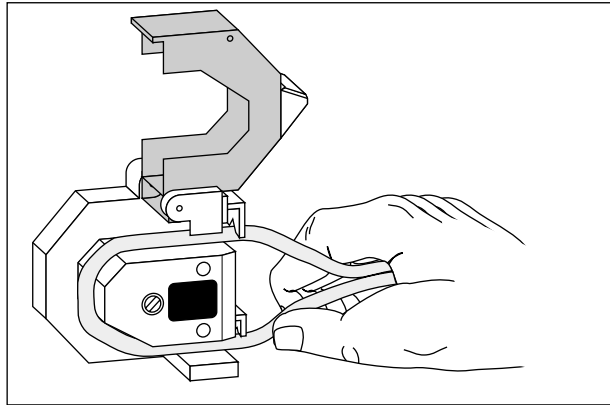

Abbildung 3-7. Straffen des Schlauchs
2. Führen Sie den Schlauch über die Rollen und straffen Sie ihn wie in Abbildung 3-7 gezeigt.